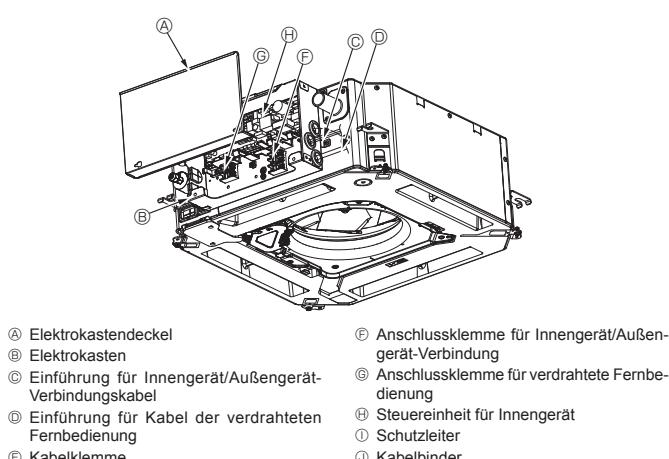
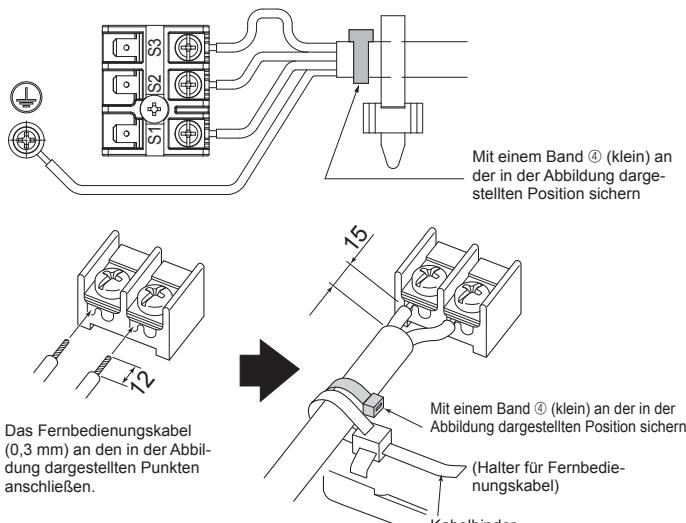

Fig. 7-3
Fig. 7-5
7.2. Innengerät (Fig. 7-3) (Fig. 7-4) (Fig. 7-5)